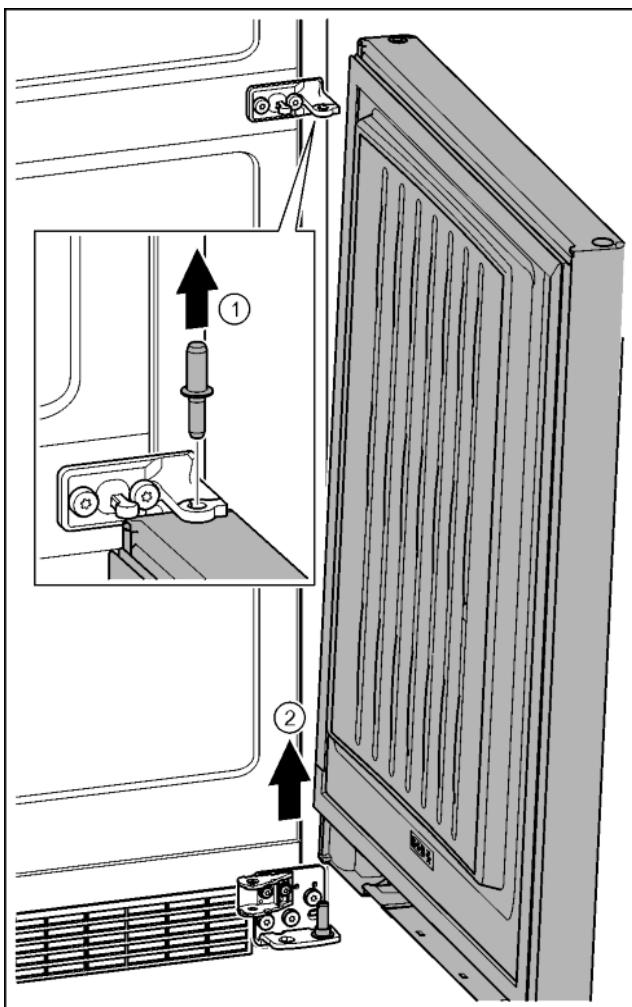

Fig. 25
- Čep vytáhněte nahoru. Fig. 25 (1)
- Dveře vysadte, vytáhněte nahoru a odložte stranou. Fig. 25 (2)